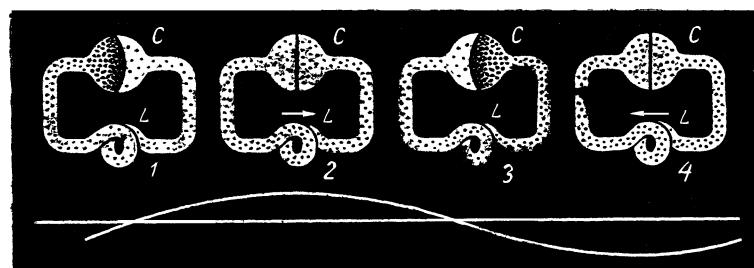

Рис. 20. Движение электронов в колебательном контуре в течение одного периода.
**Л.** — Он снова разрядится и так далее (рис. 20).